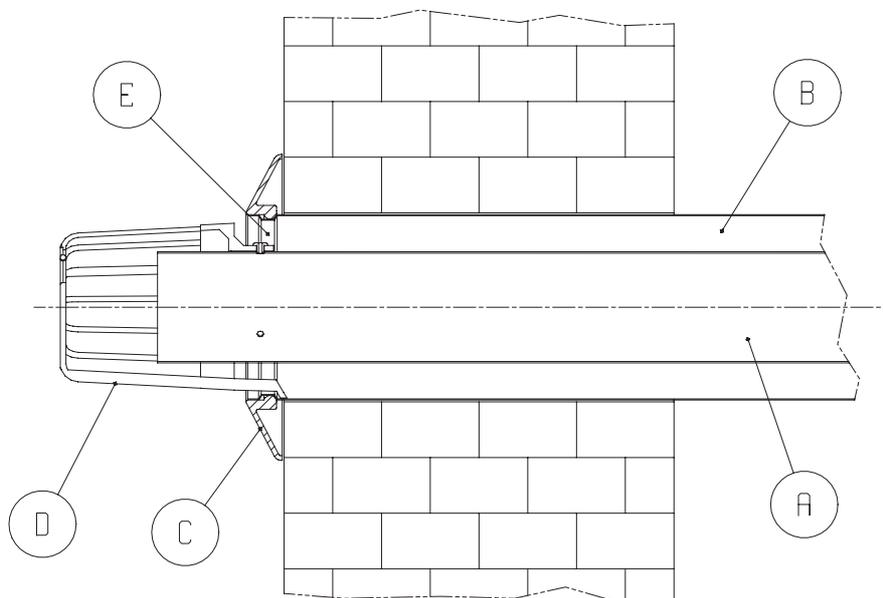

fig. 1
- Preparare i tubi tagliandoli alla lunghezza appropriata al tipo di installazione, quindi introdurre il tubo fumi nel tubo aria fino a raggiungere il fermo **E** (fig. 1) posto all'estremità della guaina. Se l'operazione è eseguita correttamente, la sporgenza del tubo fumi  $\varnothing$  60 rispetto al tubo aria  $\varnothing$  100, risulterà di 7,5 mm.